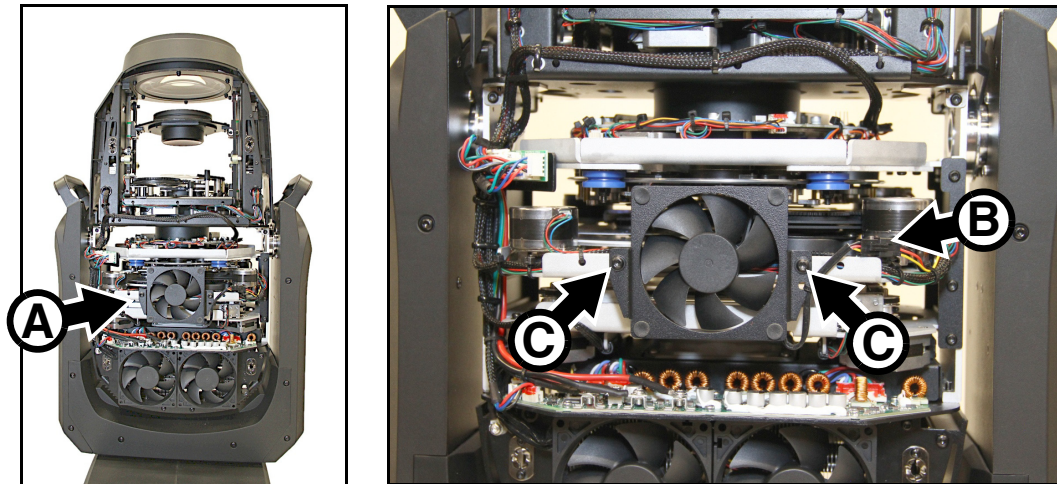

Bild 11: Entfernen des Effektlüfters
2. Siehe Bild 11. Positionieren Sie den Kopf so, dass der Effekt-Kühl Lüfter **A** sich Ihnen gegenüber befindet. Sie schauen jetzt auf den unteren Teil des Kopfes.